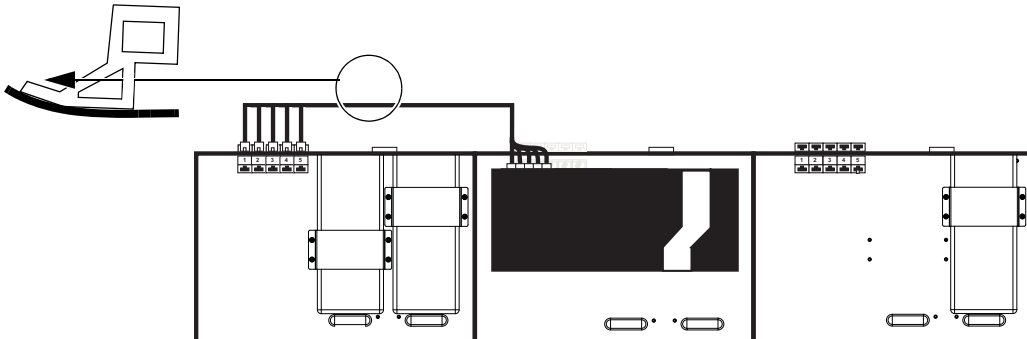

図 18. 最初のケーブル・セットを最初（左端）のシャーシの Ethernet 端末ポートにつなぐ
- 3 ケーブル・セットをリア・パネル・ブラケット下部にある三角形のケーブル・ガイドに通し、もっとも離れたシャーシ（左端または右端）まで伸ばします（図 18 を参照）。（シャーシ 4 つ以上の幅のシステムの場合は、46 ページの「大規模構成にケーブル・セットを設置する」を参照してください。）